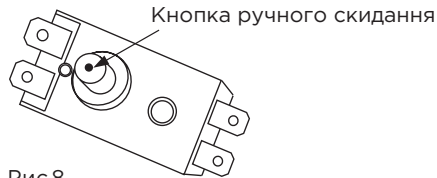

Рис.8
2. Натисніть кнопку, розташовану в центрі термовимикача, дивіться Рис.8;